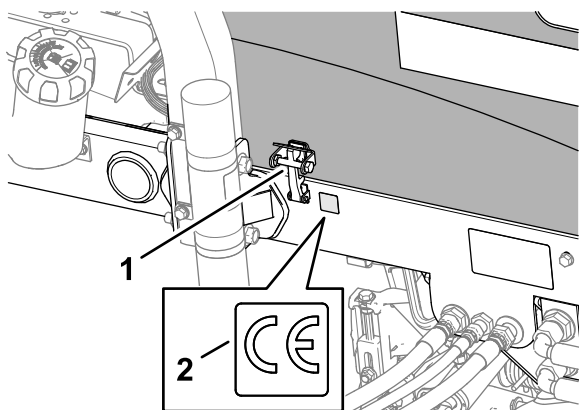

Figure 38
3. Utilisez de l'alcool pour nettoyer le cadre gauche près du loquet de capot, et laissez sécher le cadre (Figure 38).
4. Retirez la pellicule protectrice au dos de l'autocollant CE et appliquez-le sur le cadre, comme montré à la Figure 38.